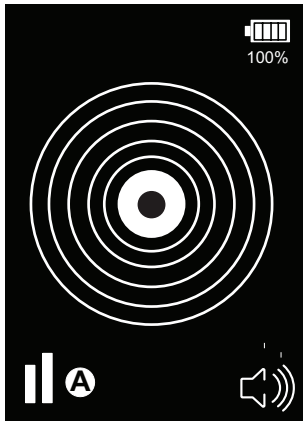

Bild 7: Larmindikeringsdisplay
5. Om köldmedel detekteras ökar ljudet i frekvens och tonhöjd och displayen visar koncentriska ringar som ökar utåt från centrum i takt med att koncentrationen av köldmedel ökar (se bild 7).